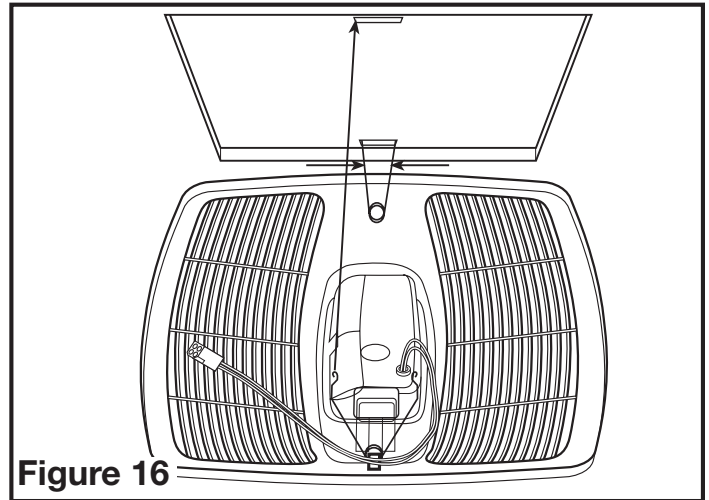

Figure 16
- MODÈLES STANDARDS ET DÉTECTION DE D'HUMIDITÉ:** Installez la grille en pressant les ressorts ensemble pour les installer dans la fente la plus éloignée du compartiment de câblage sur le boîtier du ventilateur. Attachez le câble à connexion rapide de 4 broches de la grille au connecteur de 4 broches sur le dessus du couvercle du compartiment de câblage. Le câble ne s'insère que d'une façon dans la prise. Installez l'autre ressort et poussez la grille vers le haut en place (Figure 16).